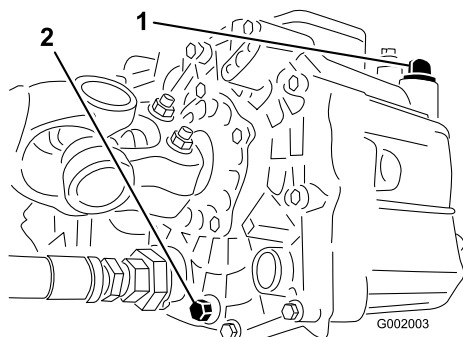

Figure 67
3. Retirez le bouchon de vidange sur le côté du réservoir et laissez l'huile s'écouler dans le bac de vidange (Figure 67).